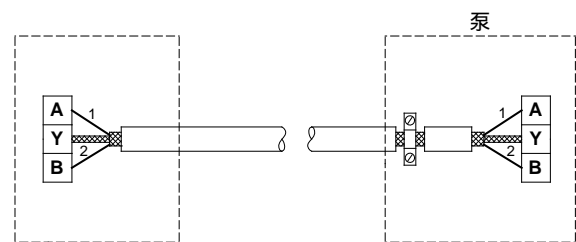

图 13 用两芯屏蔽电缆连接
- 如果现有安装中使用的是两芯屏蔽电缆，按图13所示接线连接。